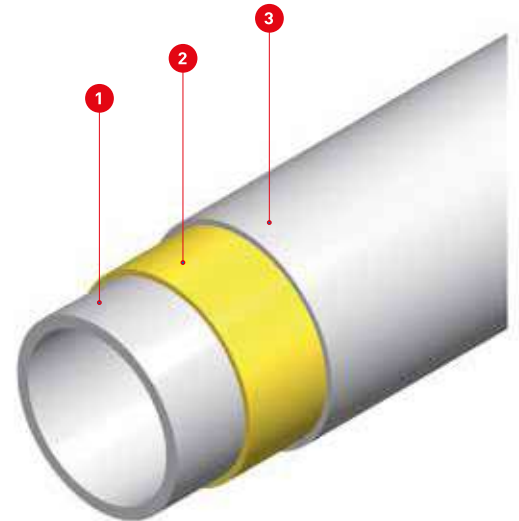

Fig. 1
**SuperXa** è un tubo in polietilene reticolato ad alta densità (HDPE) con barriera ossigeno (fig. 1).